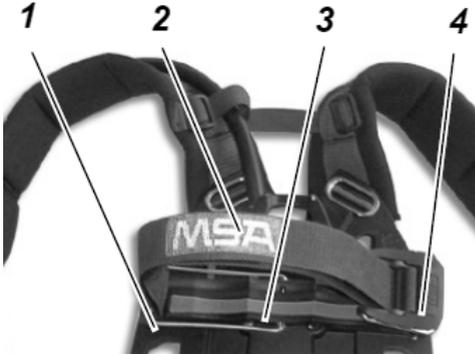
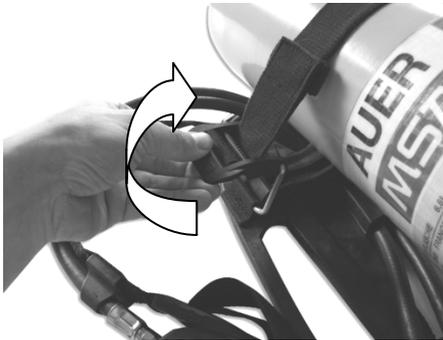
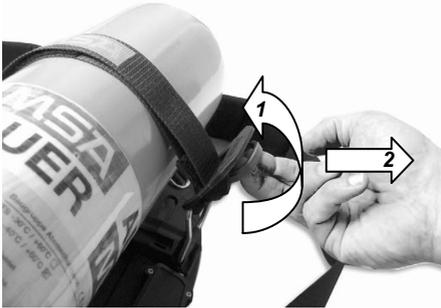

Abb. 11 Pressluftatmer – Teile
Abb. 12 Öffnen der Spannschnalle
Abb. 13 Einstellung der Bandlänge an der Spannschnalle
- (1) Den Pressluftatmer waagrecht legen, sodass das hintere Ende nach oben zeigt (→ Abb. 11).
- (2) Flaschenbügel (1) in waagrechte Position gegenüber der Spannschnalle (4) klappen, sodass er einrastet.
- (3) Dichtung am Hochdruckstutzen des Druckminderers auf einwandfreien Zustand kontrollieren.
- (4) Spannschnalle am Flaschenhalteband öffnen. Zur Vermeidung von Spannung am kleinen Hebel der Spannschnalle ziehen und das Halteband auf volle Länge ausziehen. (→ Abb. 12).
- (9) Den festen Sitz der Druckluft-Flasche kontrollieren und nötigenfalls korrigieren.
- (10) Spannschnalle vorsichtig über die Mitte ganz hinunterklappen, bis sie einrastet.
- (11) Wenn die Druckkraft / Spannung beim Einklappen der Spannschnalle zu groß wird, die Länge des Bands an der Spannschnalle größer einstellen. Wenn die Spannung des Bands zu gering ist, die Länge des Bands an der Spannschnalle (→ Abb. 13) kleiner einstellen.
- (1) Falls erforderlich, *alphaCLICK*-Flaschenadapter handfest ins Flaschenventil einschrauben.
- (2) Den Pressluftatmer waagrecht legen, sodass das hintere Ende nach oben zeigt (→ Abb. 11).
- (3) Flaschenbügel (1) in waagrechte Position gegenüber der Spannschnalle (4) klappen, sodass er einrastet.
- (5) Druckluft-Flasche so durch das Flaschenhalteband (2) schieben, dass das Flaschenventil zum Druckminderer zeigt, und auf mittlere Auflage (3) legen.
- (6) Die Druckluft-Flasche mit *alphaCLICK* axial zur Kupplung ausrichten und die *alphaCLICK*-Kupplung aufsetzen.
- (9) Den festen Sitz der Druckluft-Flasche kontrollieren und sie nötigenfalls neu positionieren.
- (10) Spannschnalle (4) vorsichtig über die Mitte ganz hinunterklappen, bis sie einrastet.
- (12) Das Ende des Flaschenhaltebands am Klettband befestigen.
- (13) Das Flaschenventil kurz öffnen und prüfen, ob an der Verschraubung Luft ausströmt. Nötigenfalls festdrehen.
- (1) Den Pressluftatmer waagrecht legen, so dass das hintere Ende nach oben zeigt (→ Abb. 11).
- (2) Flaschenbügel (1) in senkrechte Position klappen, so dass er einrastet.
- (3) Sollte am Druckminderer kein T-Stück montiert sein, Dichtungen am Druckminderer und T-Stück kontrollieren und T-Stück lose anschrauben.
- (4) Spannschnalle am Flaschenhalteband öffnen und ggf. durch Ziehen des Bügels die Klemmwirkung aufheben und das Band verlängern (→ Abb. 13).
- (5) Eine Druckluft-Flasche durch das Flaschenhalteband schieben, so dass das Flaschenventil zum T-Stück zeigt, und auf eine der äußeren Auflagen legen.
- (6) Flaschenventil am T-Stück lose anschrauben.
- (7) Zweite Druckluft-Flasche so durch das Flaschenhalteband schieben, dass das Flaschenventil zum T-Stück zeigt, und auf die andere äußere Auflage legen.
- (8) Zweites Flaschenventil am T-Stück lose anschrauben.
- (12) Spannschnalle nach unten klappen bis sie einrastet.
(13) Wenn die Druckkraft / Spannung beim Einklappen der Spannschnalle zu groß wird, die Länge des Bands an der Spannschnalle größer einstellen. Wenn die Spannung des Bands zu gering ist, die Länge des Bands an der Spannschnalle (→ Abb. 13) kleiner einstellen.
(14) Ende des Flaschenhaltebandes am Klettband befestigen.
(15) Festen Sitz der Druckluft-Flaschen kontrollieren und ggf. korrigieren.
- (1) Nötigenfalls den *alphaCLICK*-Flaschenadapter handfest in das T-Stück einschrauben.
(2) Druckluft-Atemschutzgerät waagrecht so aufstellen, dass die Rückseite nach oben zeigt (→ Abb. 11).